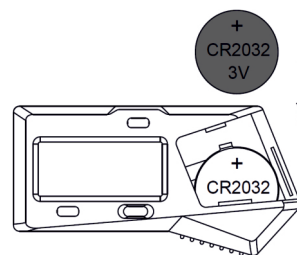

Abb. 2
- » Setzen Sie die CR2032-Batterie so ein, dass die positive Seite (+) nach außen zeigt (Abb. 2).
- » Für einen scheibenförmigen Kontaktpunkt zur Messung der Tiefe von Nuten in einem Loch ziehen Sie die Millimeterskala vorsichtig, bis die innere Messfläche des Kontaktpunkts auf einer ebenen Fläche ruht. Setzen Sie den Nullwert durch Halten der „SET“-Taste. Messen Sie dann die Tiefen A1 und A2 (Abb. 2). Die Dicke des scheibenförmigen Kontaktpunkts beträgt x, und der Wert von A2 entspricht dem abgelesenen Wert plus x.